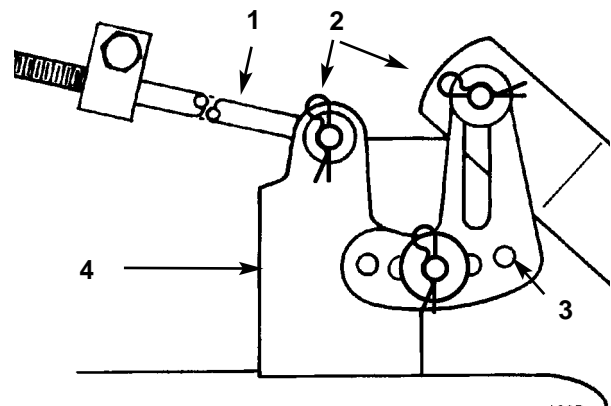

Figure 45
7. Introduire l'extrémité de la longue tige dans le trou du support de montage de la tondeuse (Fig. 45). Installer la rondelle et la goupille fendue de fixation de la tige. Répéter cette opération de l'autre côté de la tondeuse.
coupe (Fig. 45). Installer la rondelle et la goupille fendue de fixation de la tige. Répéter cette opération de l'autre côté de la tondeuse.